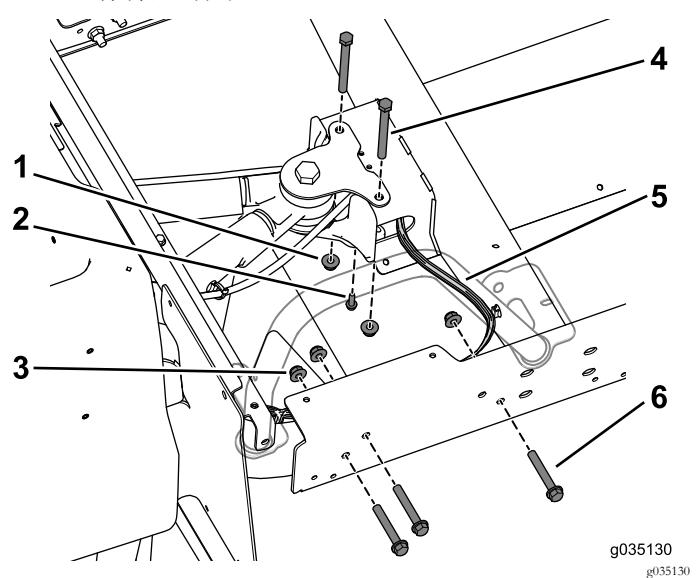

図 77
8. 後フレームにエクステンションレールを仮止めするボルト $3/8 \times 2-1/2$ インチ3本とフランジナットを使う図 77。車体の反対側でも同じ作業を行う。
注 センターチャネルの中にワイヤハーネスがあることを確認してください図 77。
9. センターチャネルにブレーキライン用のT字プラケットを取り付けるタップねじ $1/4 \times 3/4$ インチを使う図 77。
10. 後マウントに、センターチャネルを仮止めするボルト $3/8 \times 3-3/4$ インチ2本とフランジナットを使う図 77。